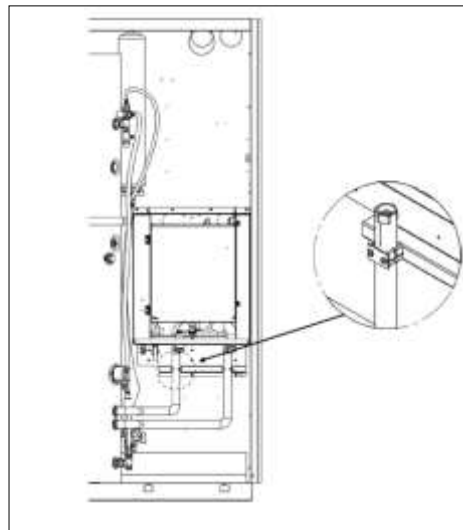

Figura 13-fissaggio tubi con staffe
- 10) Installare tubo ACS + guarnizioni (figura 13).